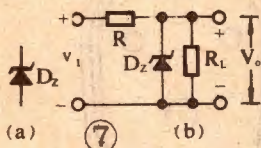

图7(b)是一个硅稳压管稳压电路, 当 V_i 或 R_L 在一定范围内变化时, 稳压管两端电压基本不变。
5. 稳压——电流变化时电压基本不变 利用二极管反向击穿时电流剧增而电压比较固定的特点, 并经过专门工艺处理可以制成稳压二极管, 其击穿电压比普通二极管低(约几伏至几十伏), 因此允许流过较大的电流而不损坏, 同时其反向特性也更陡。为与普通二极管相区别, 稳压管采用图7(a)所示的符号。
外壳是一个塑料模压件(图7),正面左右两个大孔供拨叉伸入外壳用,背面还有两个与之对应的孔供开关轴通过用,其中心距与开关轴中心距相等;正面中部凸缘上的两个M4螺孔用来将点火器固定在煤气炉架和煤气开关板上,中心距与煤气开关板两个固定孔的中心距相等。